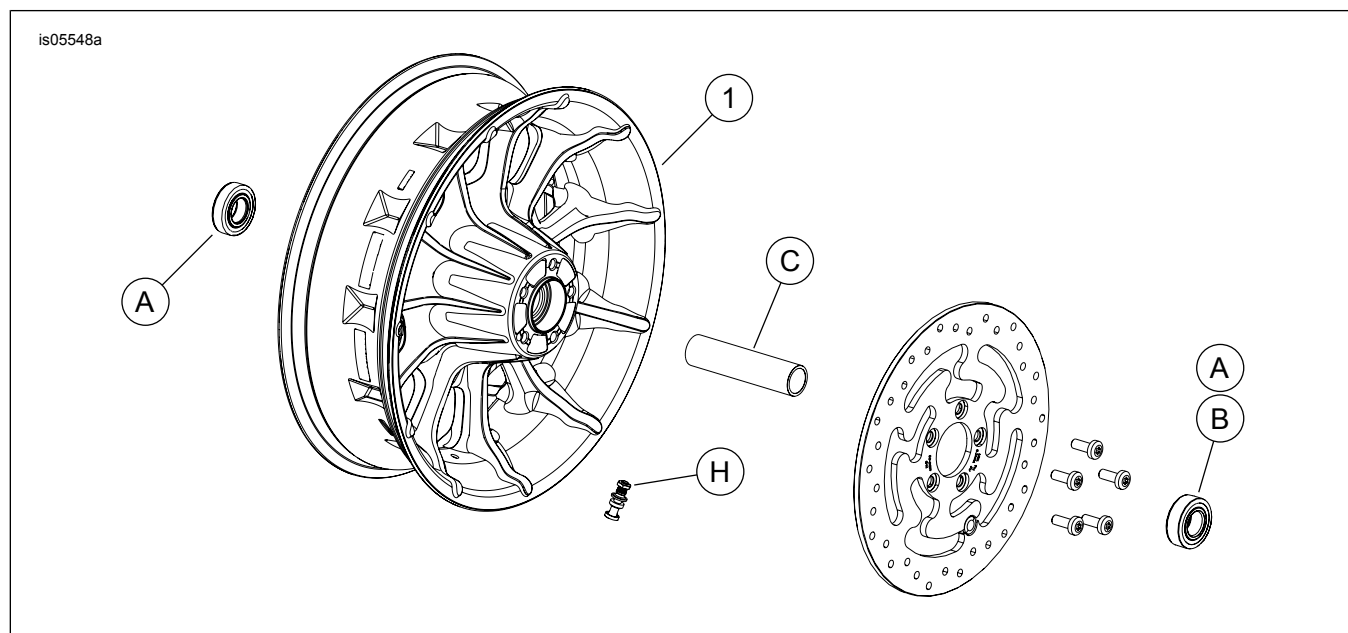

Figura 1. Parti di ricambio: Ruote posteriori Roulette
Vedere Figura 1 e le tabelle delle parti di ricambio.
2. Vedere Figura 1. Installare il gruppo dello stelo della valvola (H) sulla ruota. Vedere il manuale di manutenzione.